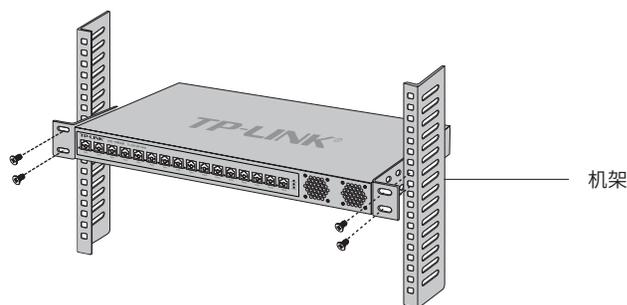

图2-2 机架安装示意图
4. 用螺钉将L型支架固定在机架两端固定的导槽上,确保光电一体配线架稳定、水平地安装在机架上,如图2-2所示。